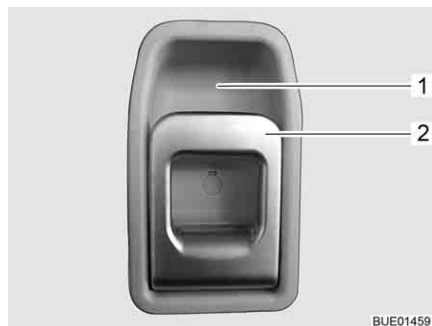

Bild 28 Türschloss Eingangstür, innen
- Am Griff (Bild 28,2) ziehen. Das Türschloss wird entriegelt.
- Den Griff (Bild 28,2) oben in Richtung Griffschale (Bild 28,1) drücken.